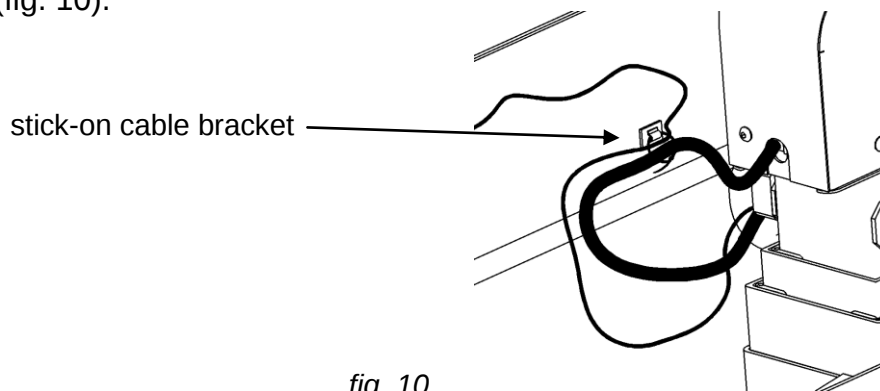

fig. 10
10. Bevestig de kleefbare kabelgeleiders op de horizontale bar vlak bij de kop een de bovenzijde van de lift (fig. 10).